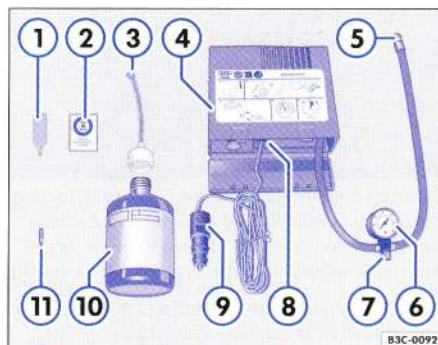

Fig. 32 Componentele setului.
- Înșurubați furtunul de umplere ⇒ fig. 32 ③ pe recipientul cu substanța de vulcanizare. Folia de la gura recipientului se va găuri automat.
- Îndepărtați capacul de pe furtunul ③ și introduceți capătul acestuia pe ventilul pneului.
- Scoateți recipientul de pe ventil și introduceți din nou ventilul cu dispozitivul ①.
- Închideți furtunul de presiune ⇒ pagina 90, fig. 32" ⑤ și citiți presiunea din pneu, pe indicatorul de presiune ⑥.